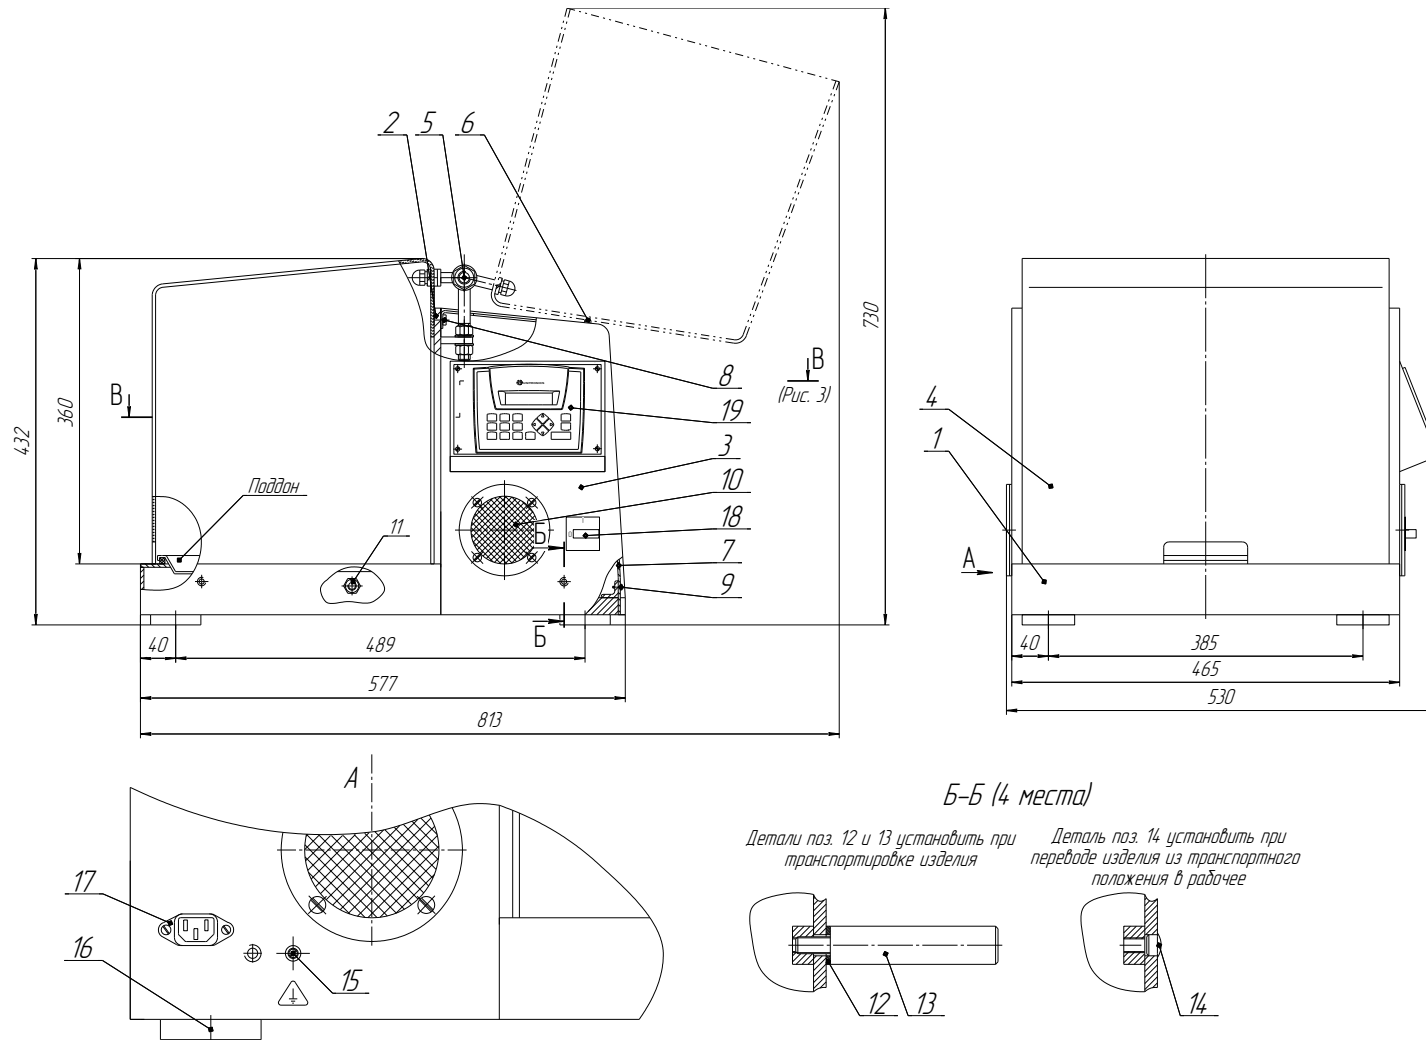

Рис. 2 Смеситель турбулентный С 2.0
б) выверните 4 ручки 13 с шайбами 14 (Рис. 2), в освободившиеся резьбовые отверстия (Рис. 2) вставьте 4 заглушки 14;
Включите систему поворотом выключателя 18 (Рис. 2) в положение "Г", при этом на информационном табло в течении нескольких секунд высветится надпись \*ВИБРОТЕХНИК\*.
2.5.3 Удалите заглушки 14 (Рис. 2), в освободившиеся отверстия вверните через фторопластовые шайбы 12 ручки 13;